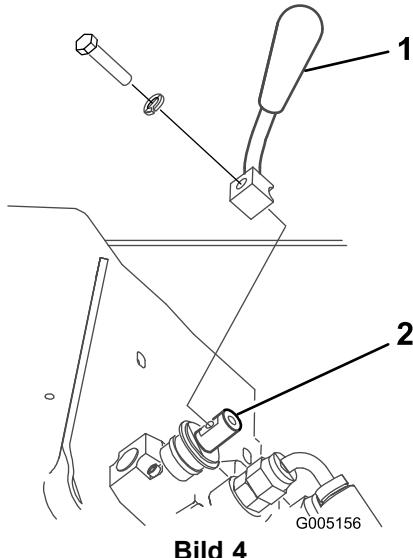

Bild 4
2. Befestigen Sie den Hebel mit der Schraube und der Sicherungsscheibe am Geschwindigkeitsschaltventil, siehe Bild 4.